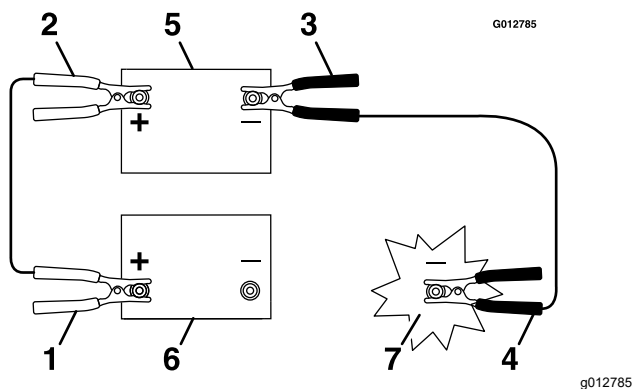

Figure 47
3. Branchez le câble positif (+) à la borne positive (+) de la batterie à plat qui est reliée au démarreur ou au solénoïde, comme montré à la Figure 47.